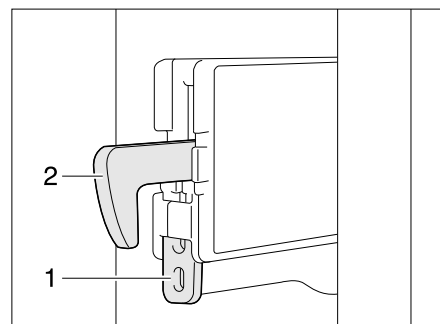

Bild 209 Fixierung Verriegelungshaken
- Die Fixierung (Bild 209,1) nach oben drücken. Der Verriegelungshaken (Bild 209,2) wird nach oben gedrückt und ist außer Funktion.
- Den Verriegelungshaken (Bild 209,2) nach unten drücken. Der Verriegelungshaken ist wieder in Funktion.